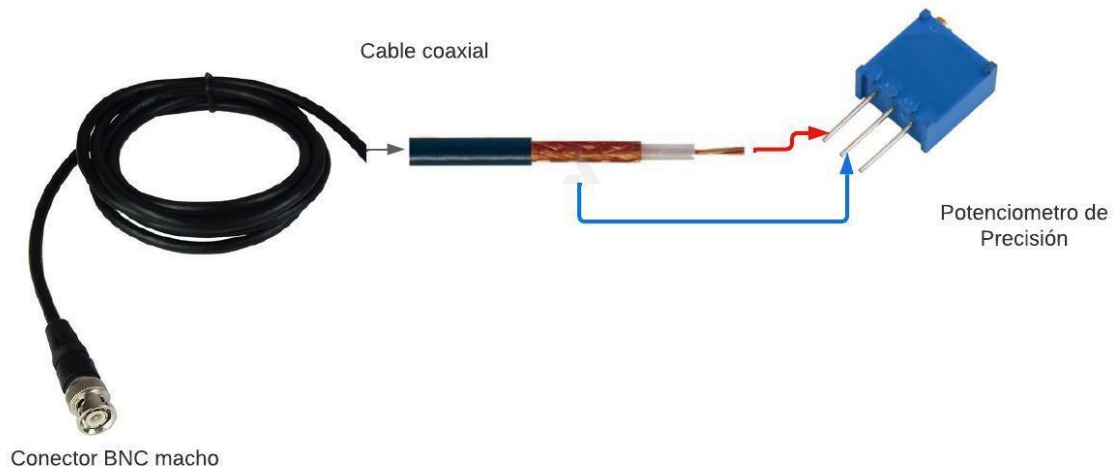

Figura 2 Esquema de conexión del cable coaxial.
- 5.1 Realizar el ponchado de un lado del cable RG-58 con el conector BNC macho, y en el otro lado soldar el potenciómetro de precisión como se indica en la Figura 2. Realizar el mismo procedimiento para el cable RG-59.